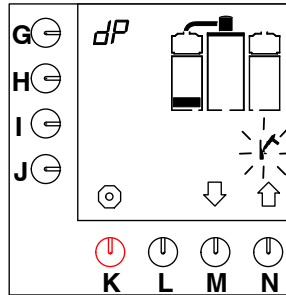

Fig. 17 Första nivå avkalkningsprogram bryggarsystem
- Det första nivåblocket visas på displayen och hammarsymbolen blinkar (fig. 17 ).